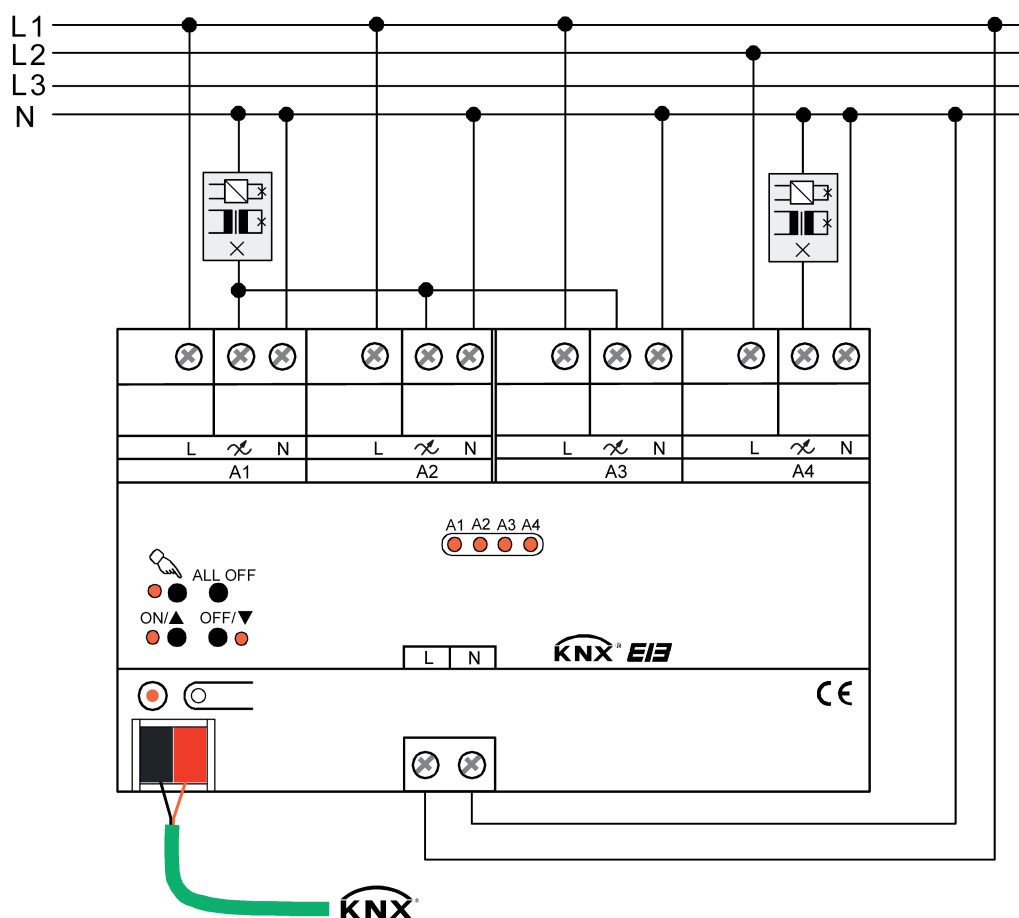

Figure 5: Raccordement électrique en cas de câblage parallèle de sorties (exemple).
- Procéder au câblage parallèle des sorties correspondantes conformément au schéma de raccordement (figure 5).